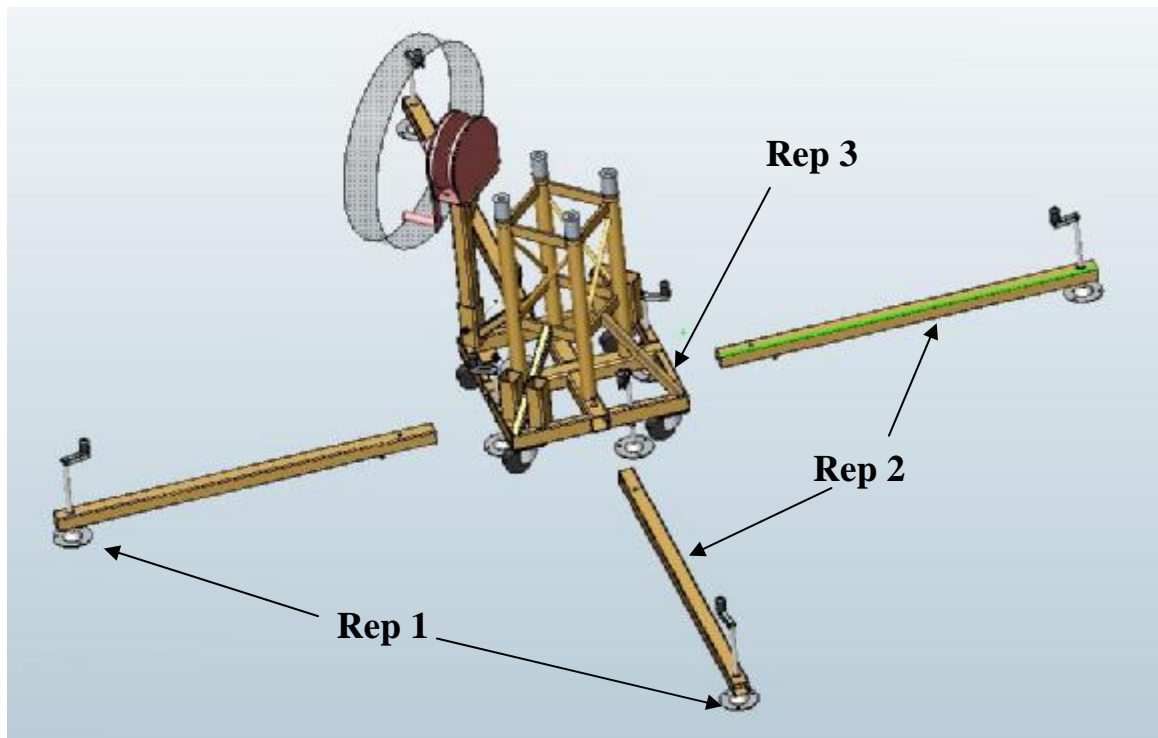

fig.1
a) S'assurer que le sol soit suffisamment ferme et résistant afin d'éviter le poinçonnement provoqué par les coupelles (rep 1) situées à l'extrémité des pieds (rep 2) et sous le châssis (rep 3), (fig.1).
Insérer les 4 pieds (rep 2) aux côtés du châssis (rep 3) dans le trou rectangulaire prévu à cet effet (fig.1)